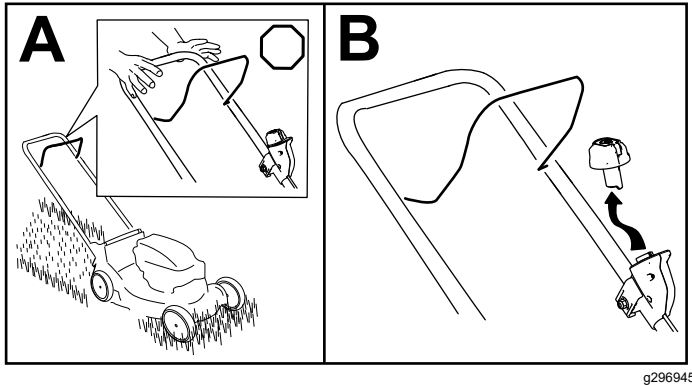

Figura 12
1. Suelte la barra de control de la cuchilla (Figura 12, A).
2. Retire el botón de arranque eléctrico del arrancador eléctrico (Figura 12, B).